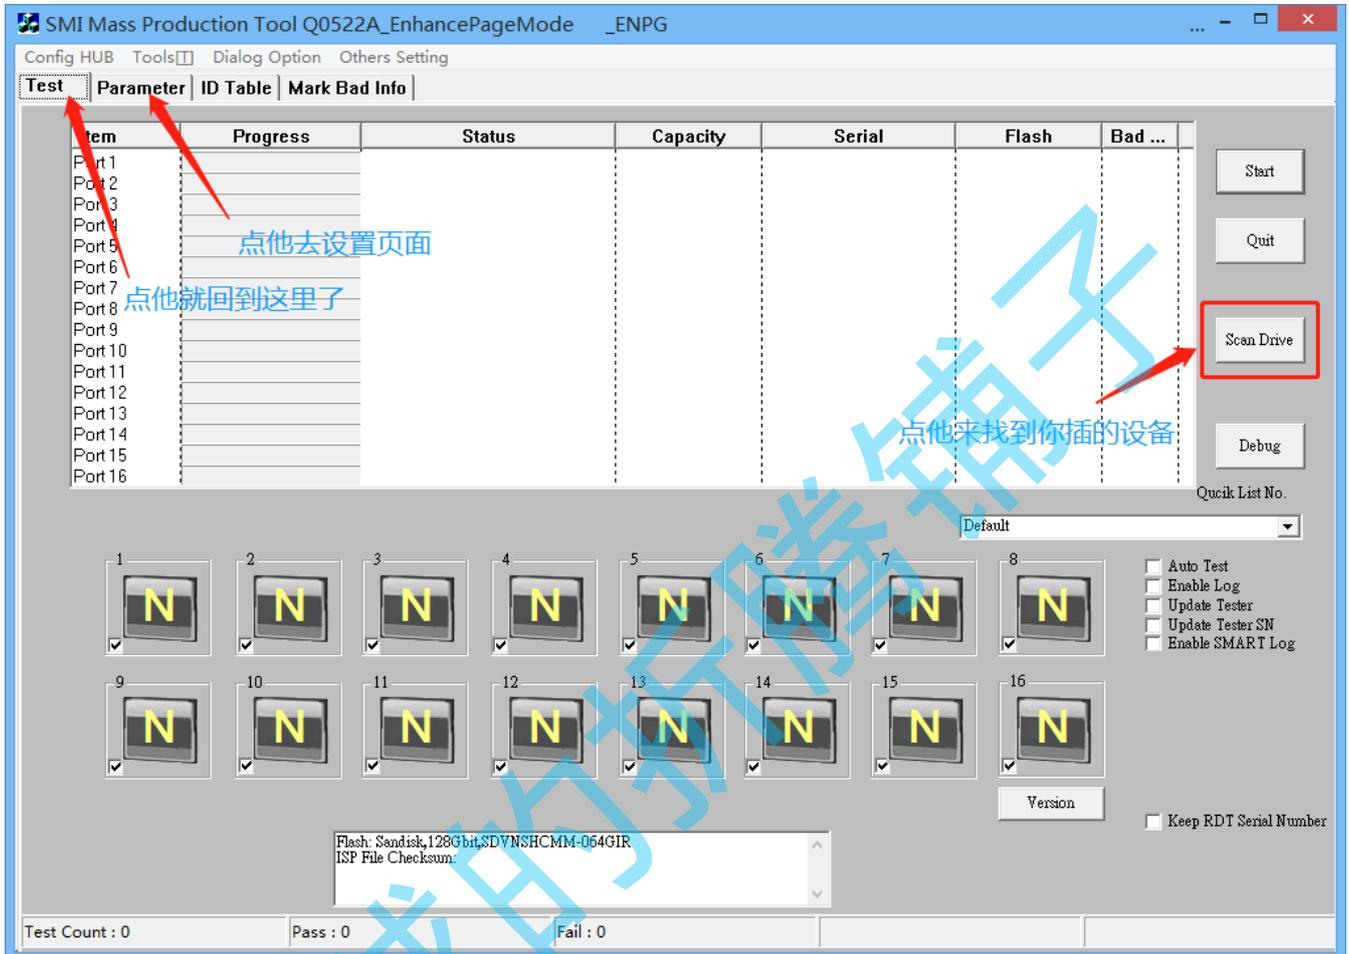

图 2
2. 打开软件，进入如图 2 所示主界面，如果未开卡过的板子，直接插上，磁盘管理里有 1024M 即可，如没有，短接 ROM 跳线，再插入焊接好的主控板，此时在点击图中所示 Scan Driver，如焊接不正常或转接卡不兼容，可能耗时很久或卡死软件，ONFI 阵营颗粒需要拆掉 Toogle 跳线，Toogle 颗粒必须装，否则开卡会报错；